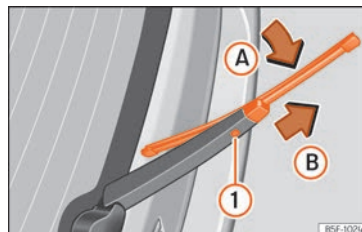

Fig. 86 Remplacement du balai d'essuie-glace arrière.
- Faites pivoter légèrement le balai d'essuie-glace »» **fig. 86** (flèche **A**).